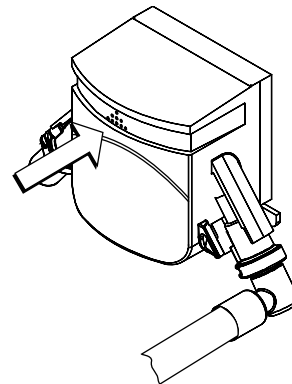

Figure 67
12. Ouvrir la pompe en poussant le couvercle à charnière vers le haut (Cf. flèche de la figure 67).